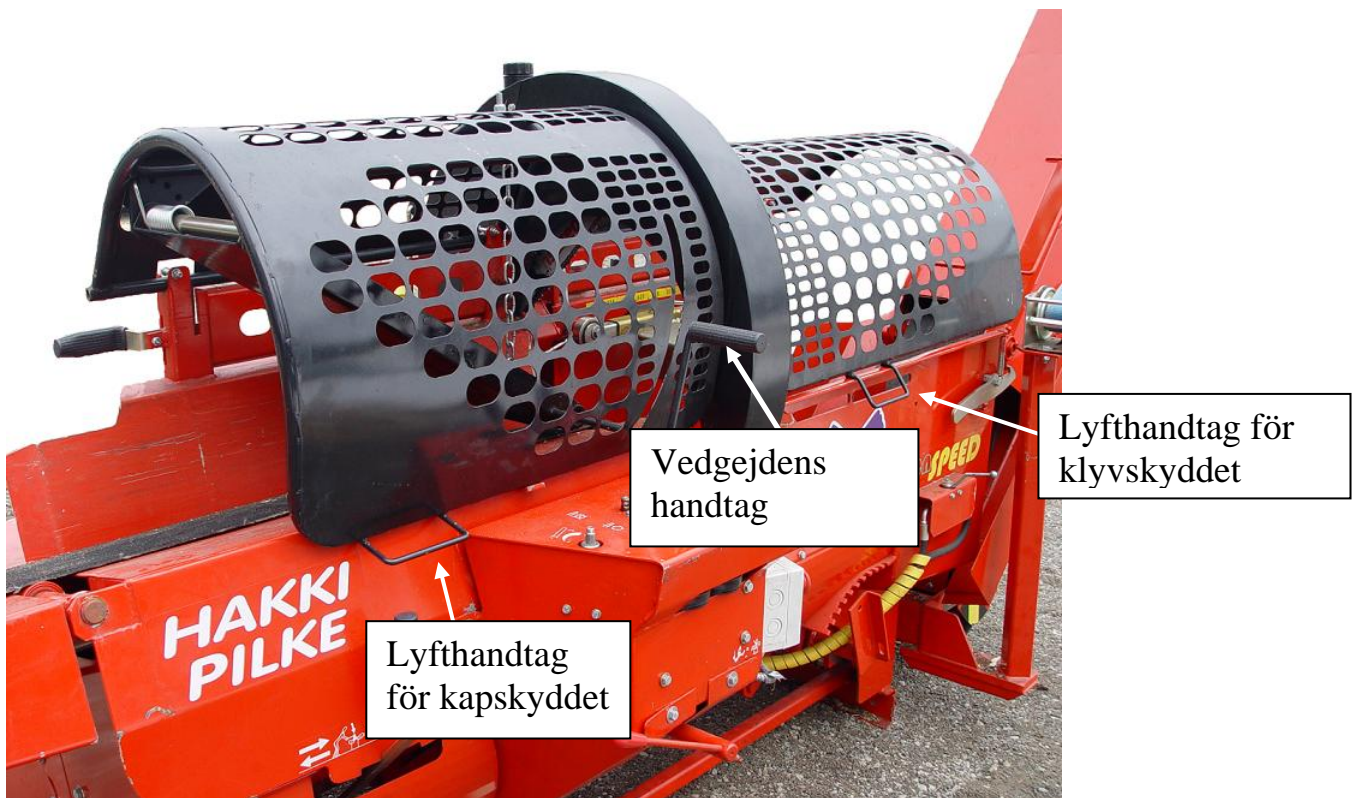

Bild 820
Bild 820 visar lyfthandtagen för kap- och klyvutrymmenas skydd och dessutom handtaget för vedgejdens rullände som kan användas för att vid behov lyfta upp vedgejden.
- måste skydden för klyvning och kapning befinna sig i driftsposition, Bild 820.